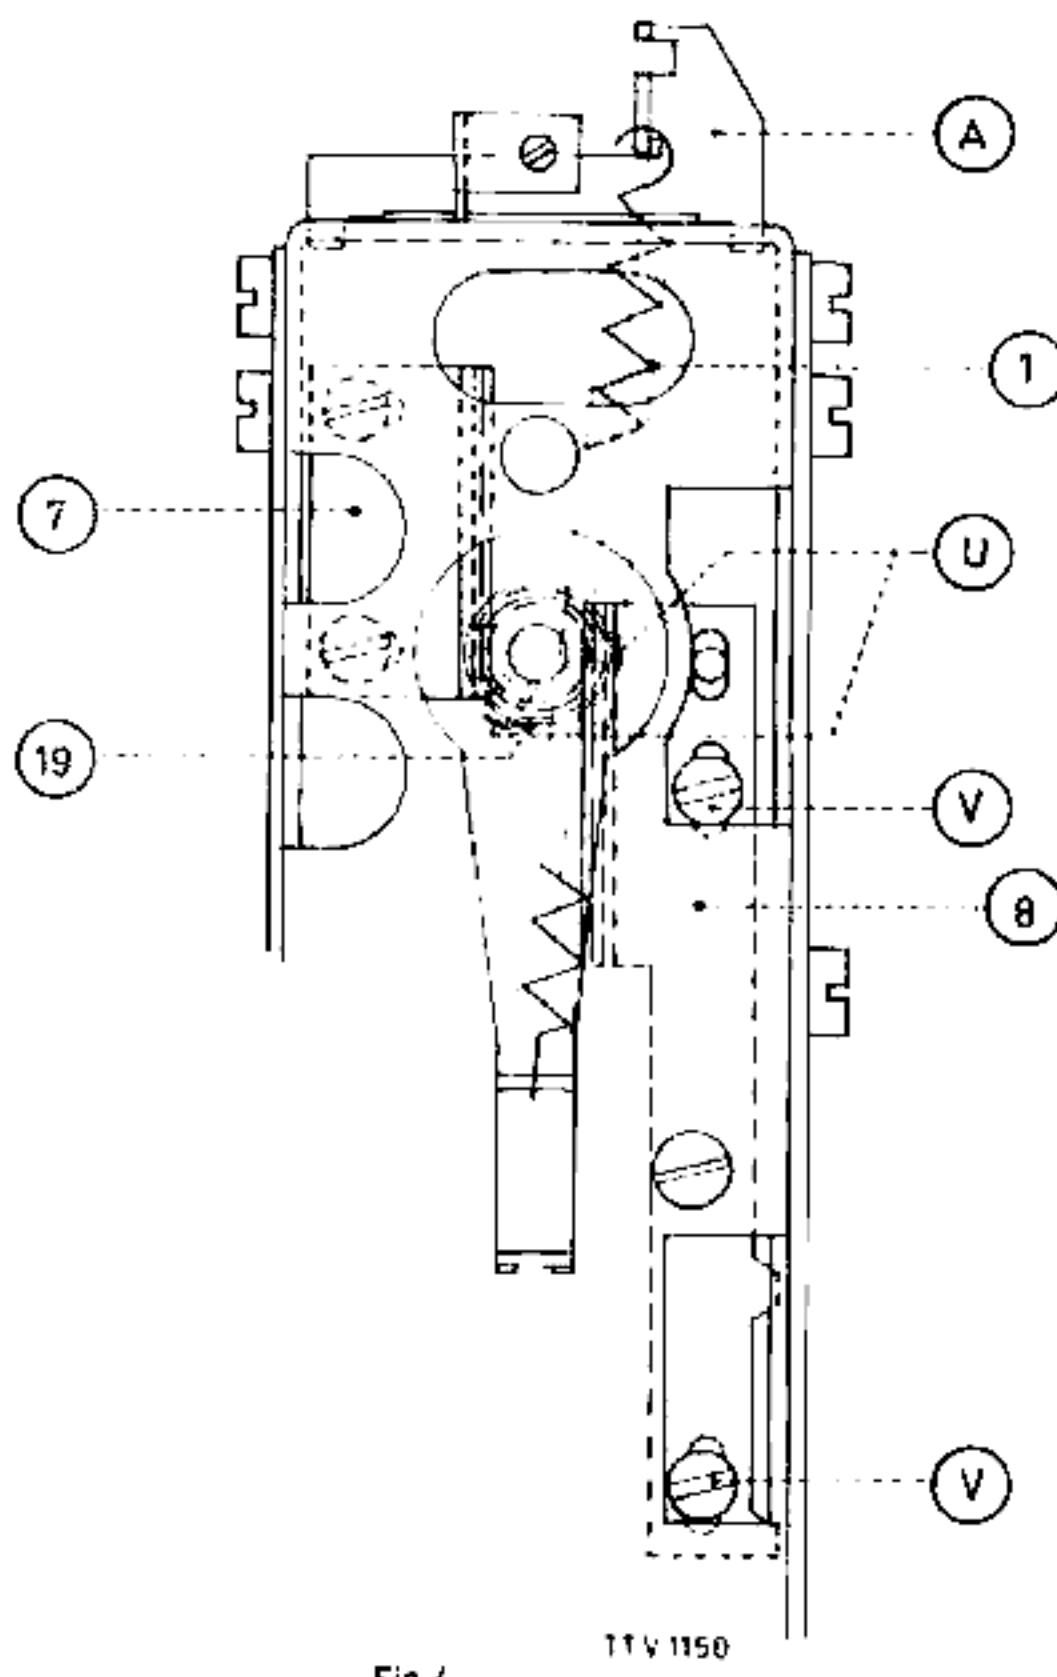

Fig 4
- Draai de schroeven V, waarmee de tandheugel 8 is bevestigd, één slag los (fig. 4).
- Draai met een inbusleutel de boutjes U los van het rondsel 19 (fig. 4).
- Draai met een inbusleutel de boutjes U enkele slagen los (fig. 4).